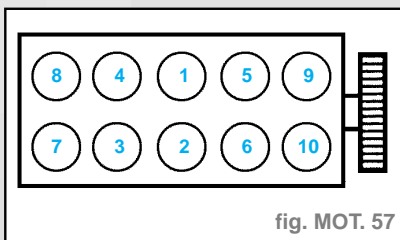

fig. MOT. 57
- Serrage à **2 daN.m** puis effectuer un serrage angulaire à **100° ± 6°** dans l'ordre préconisé (fig. MOT. 57).